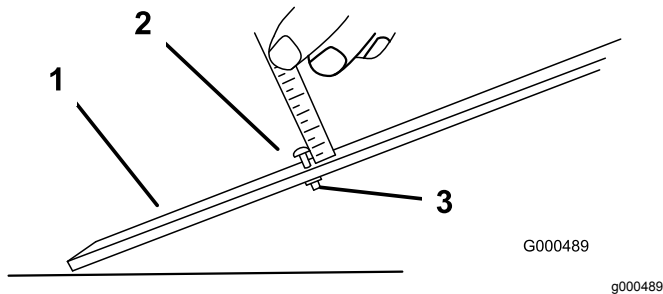

Figura 11
1. Desaperte a porca da barra indicadora e regule o parafuso de ajuste para a altura de corte desejada (Figura 11).